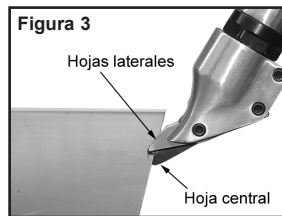

Figura 3
- Coloque las hojas laterales en el borde de la parte superior de la pieza de trabajo (ver figura 3). **NOTA:** Siempre lubrique el material que se está cortando. Use aceite estándar para máquinas al trabajar con acero y solventes al trabajar con aluminio.